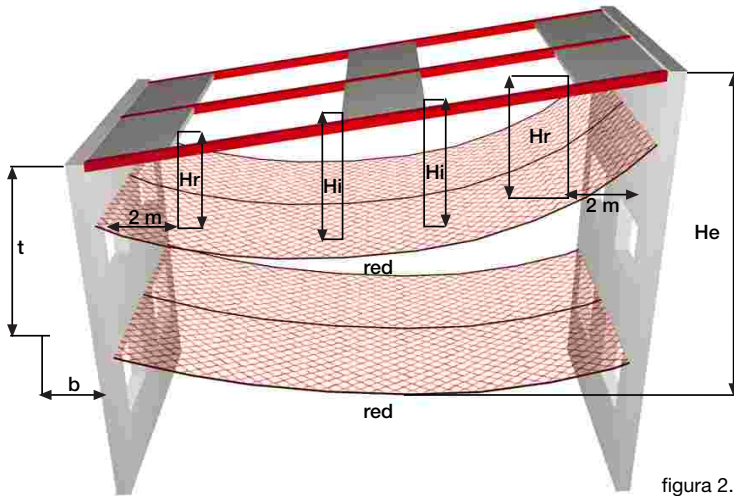

figura 2.
- Altura de caída " H_i " es la distancia vertical entre la red de seguridad y el punto de trabajo superior. (figura 2)
- Altura de caída " H_e " es la distancia vertical entre la red de seguridad y el punto de trabajo superior, en el borde del área de trabajo. (figura 2)
- Altura de caída " H_r " es la distancia vertical entre la red de seguridad y el punto de trabajo superior, a una distancia horizontal de 2,0 mts. desde los puntos de anclaje. (figura 2)